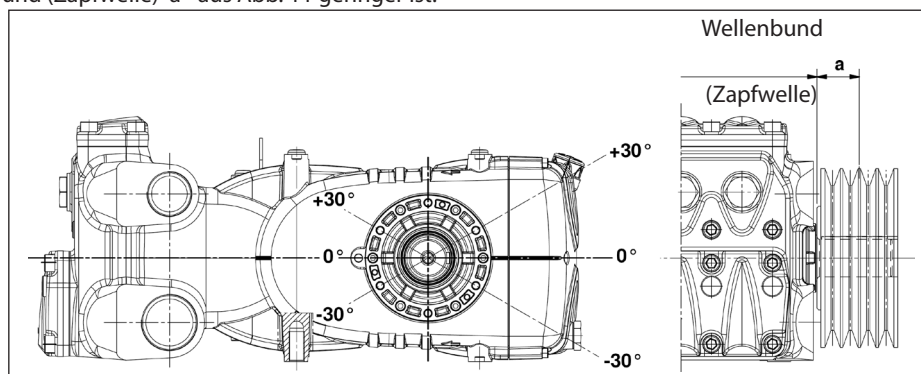

Abb. 11
Der Antrieb gilt als richtig bemessen, wenn die Belastung bei einem maximalen Abstand $a = 40 \text{ mm}$ vom Wellenbund (Zapfwelle) angewandt wird, siehe Abb. 11.
- b) Verwenden Sie Hochleistungsriemen - zum Beispiel **XPB** statt **SPB** - da hierbei weniger Riemen bei gleicher Leistungsübertragung benötigt werden und der Abstand zum Wellenbund (Zapfwelle) "a" aus Abb. 11 geringer ist.
- e) Folgen Sie der Spannungsrichtung des Riemen lt. Angaben in Abb. 11. Wenden Sie sich bei anderen Anforderungen an die **technische Abteilung** oder den **Kundendienst**.